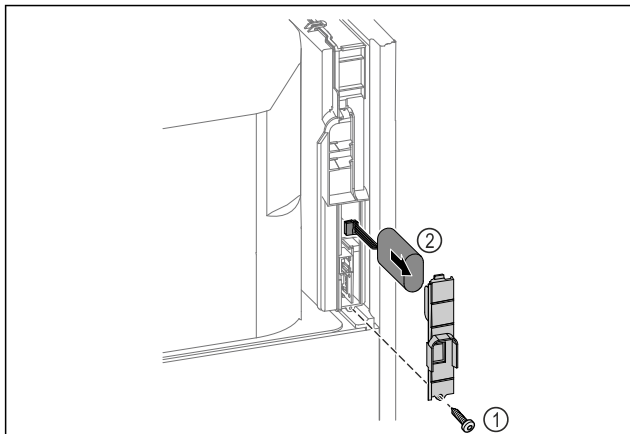

Fig. 259
- ▶ Открутите винт и снимите крышку с задней стороны устройства Fig. 259 (1).
- ▶ Отсоедините и извлеките аккумуляторную батарею Fig. 259 (2).